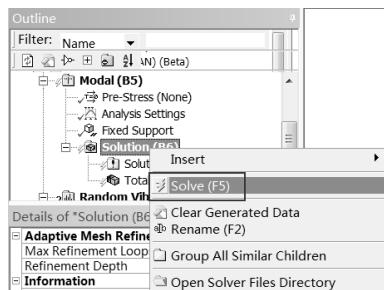

图 10-68 执行模态计算
Step4：右击如图 10-68 所示的 Modal 选项，在弹出的快捷菜单中选择 Solve 命令，进行求解计算。